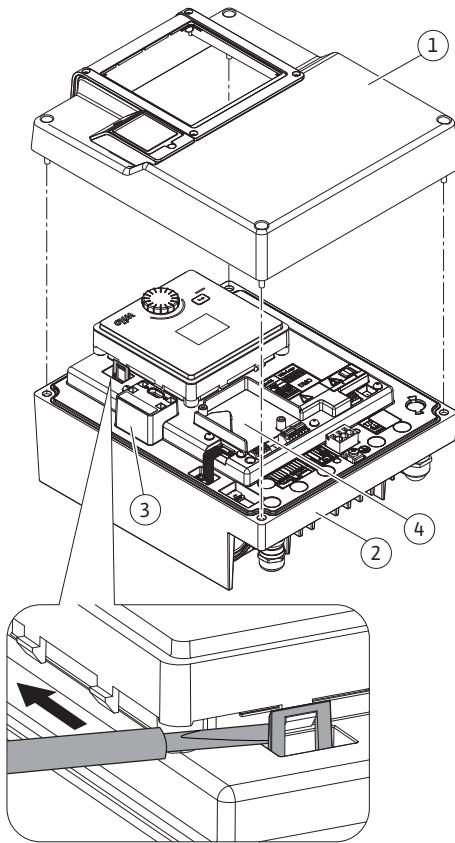

Fig. 26: Elektronikkmodul
| Elektronikkmodul-overdel | Fig. 26, pos. 1 Fig. I, pos. 2 | Torx 25/M5 | 4,5 | |
| CIF-modul | Fig. 26, pos. 4 | IP10/PT 30x10 | 0,9 | |
CIF-moduler (tilbehør) brukes for kommunikasjon mellom pumper og bygningsautomatiseringsteknikk. CIF-modulene er koblet til elektronikkmodulen (Fig. 26, pos. 4).